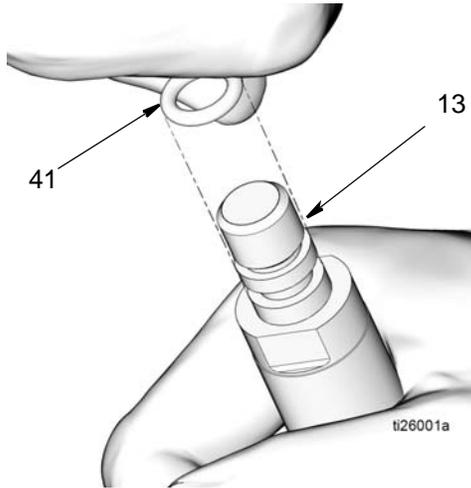

图 20
c. 从活塞杆 (13) 拆下 O 形圈 (41) (图 20)。